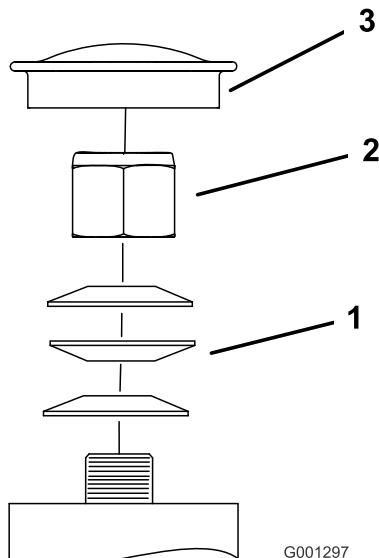

Figure 59
3. Retirez le capuchon antipoussière de la roue pivotante et serrez le contre-écrou (Figure 59).
4. Continuez de serrer le contre-écrou jusqu'à ce que les rondelles élastiques soient aplatis, puis desserrez-le de 1/4 de tour pour obtenir la précharge correcte des roulements (Figure 59).
Important: Veillez à placer les rondelles élastiques comme montré à la Figure 59.
5. Remettez le capuchon antipoussière en place (Figure 59).